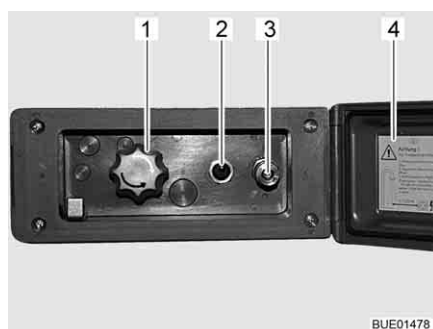

Fig. 138 Branchement de la douche extérieur
- Déverrouiller et ouvrir le couvercle (Fig. 138,4).
- Brancher le flexible de la douche extérieure sur la fermeture rapide (Fig. 138,3).
- Allumer la pompe à eau avec le commutateur (Fig. 138,2).
- Régler la température de l'eau selon ses désirs avec le bouton rotatif (Fig. 138,1).
- Éteindre la pompe à eau avec le commutateur (Fig. 138,2).
- Fermer le couvercle (Fig. 138,4) et verrouiller avec la clé.
- Placer le bouton rotatif (Fig. 138,1) sur la position intermédiaire.